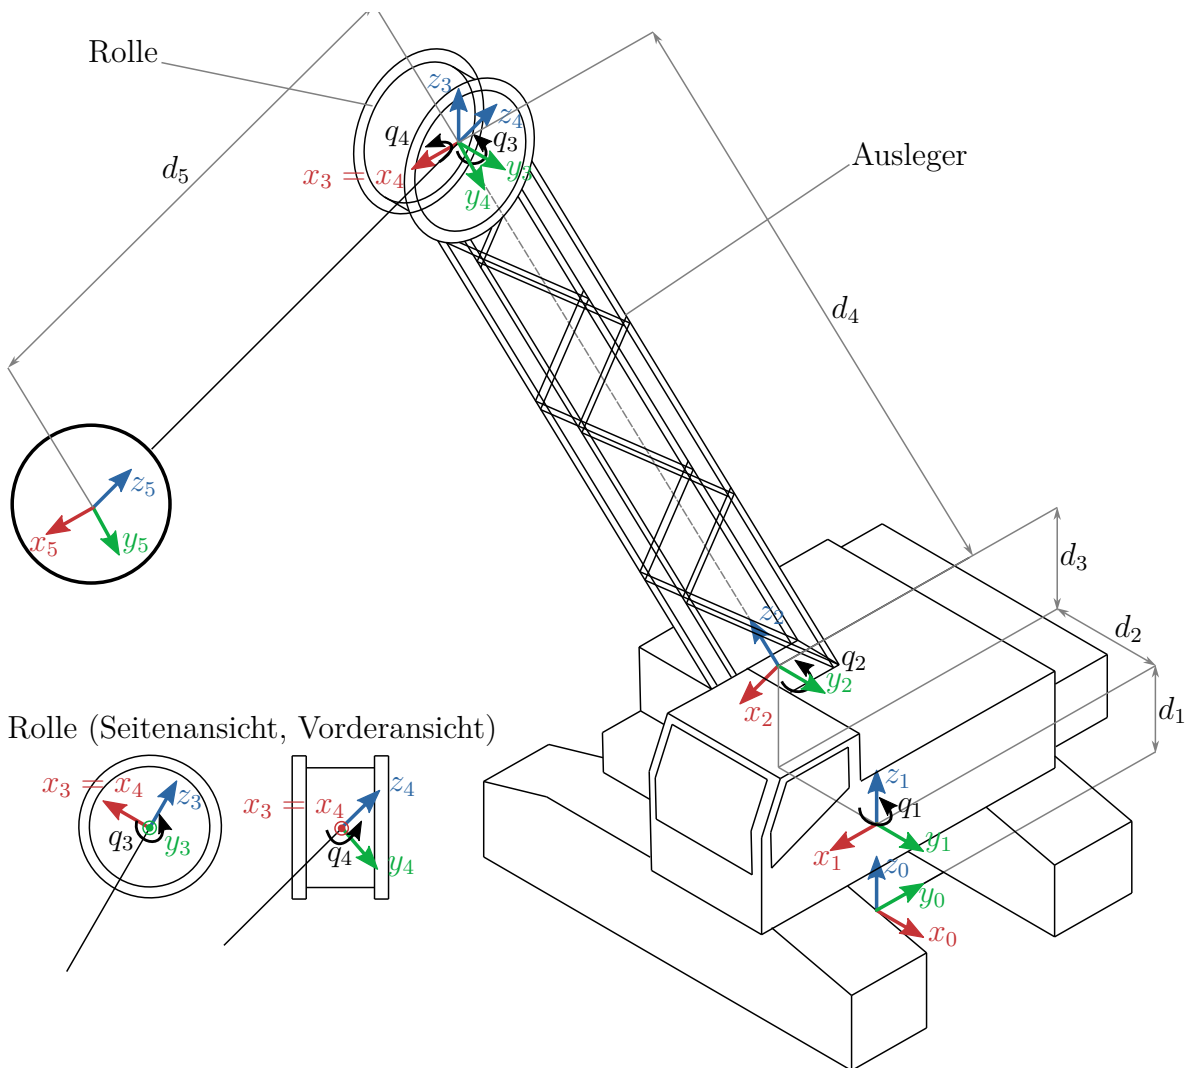

Abbildung 6: Abrisskran.
3. In Abbildung 6 ist ein Abrisskran dargestellt. Die Abrisskugel ist an einem Seil mit fixer Länge montiert. Dieses Seil wird als masseloser Stab vereinfacht. Die Befestigung des Seils wird mit zwei Freiheitsgraden q_3 und q_4 modelliert. Dabei beschreibt q_3 die Rotation der Rolle um die y_3 -Achse und q_4 die Rotation um die x_4 -Achse, normal auf die Drehachse der Rolle. Die Rolle ist zusätzlich im Detail in einer Seitenansicht und einer Vorderansicht dargestellt. 17.5 P. |